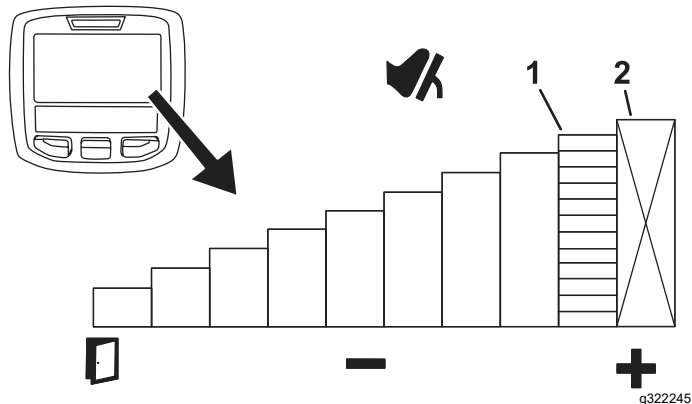

Figura 51
velocidad independiente para los intervalos de siega y transporte (Figura 51).
- Para acceder a esta función, seleccione el botón central del InfoCenter en la pantalla principal (Figura 51).